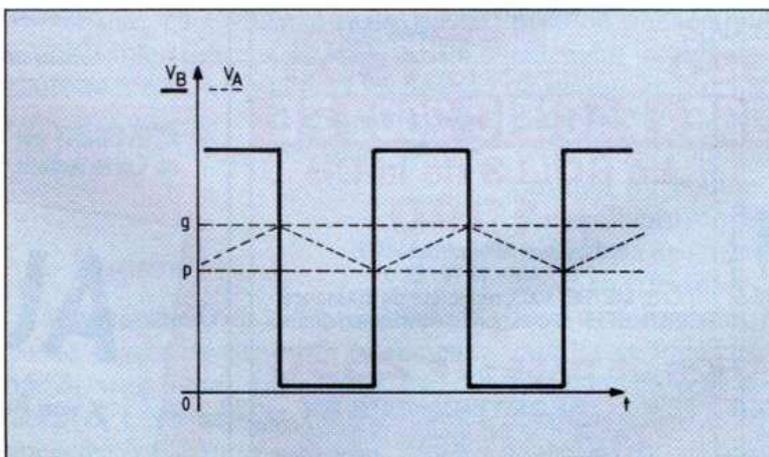

Fig. 24. – Formes d'ondes du circuit de la figure 23, en trait plein pour V_B , en tirets pour V_A .
Les courbes de la figure 24 montrent ce qui se passe, le potentiel du point (A) passant du minimum au maximum (ou le contraire) à chaque basculement, celui du point (B) évoluant entre le seuil bas p et le seuil haut g , suivant une courbe « en dents de scie à bois ».